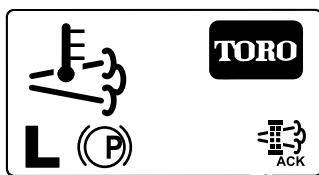

Figure 32
8. L'InfoCenter affiche l'écran d'accueil et l'icône de confirmation de la régénération (Figure 32) apparaît en bas à droite de l'écran pendant le processus de régénération.